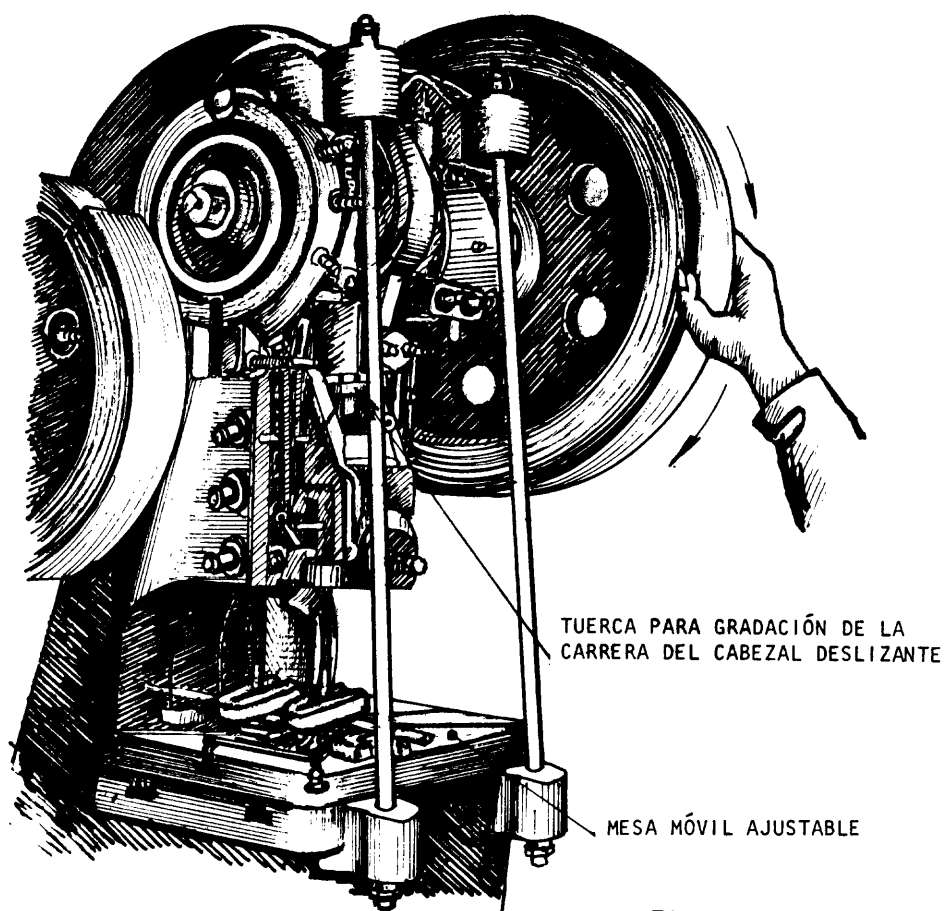

Fig. 1
- c Haga girar manualmente el volante que hace descender el cabezal deslizante, hasta acercarlo a la estampa inferior (fig. 1).